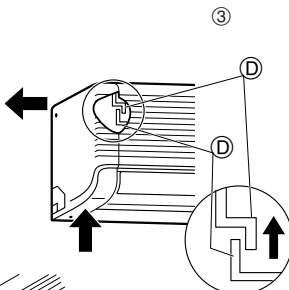

Fig. 3-9
* Estructura del panel lateral y de la unidad (Fig. 3-9)